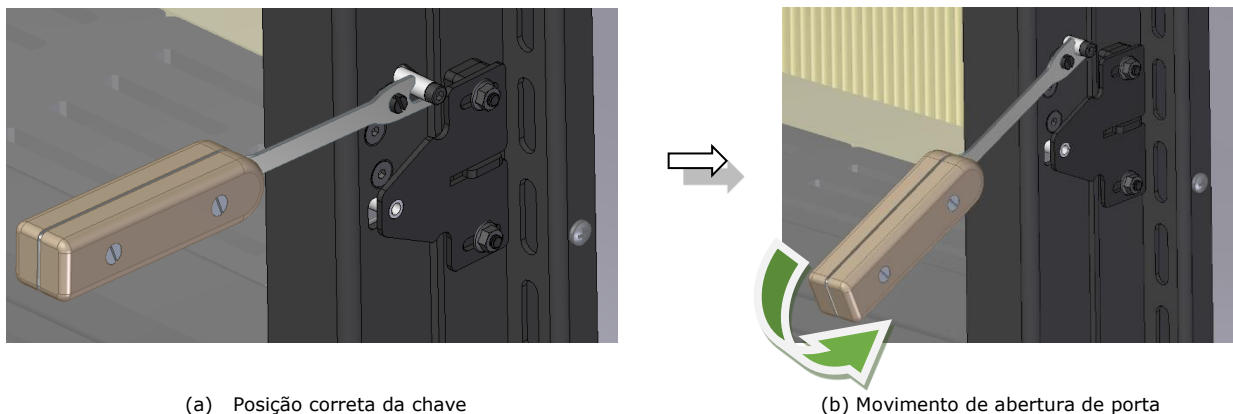

Figura 19 – Abrir e fechar a porta do recuperador
1. Abrir o controlo do ar de combustão "Ar-Primário" (C).
2. Abrir o registo da pala de fumos, saída de gases (G).
- a) Colocar a chave na posição correta, ver Figura 19 (a).
- b) Movimento de abertura de porta, ver Figura 19 (b).